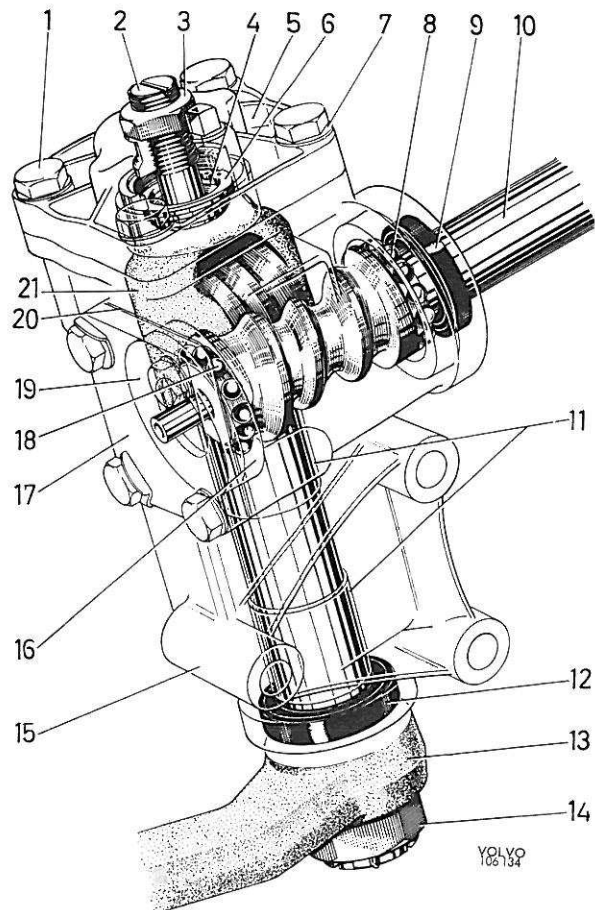

Figure 37. Mécanisme de direction
Le mécanisme de direction est du type "à vis et galet" et sa construction ressort de la figure 37. La démultiplication est de 15,5:1. La vis sans fin de direction (10) est montée sur deux roulements à billes (8 et 18) et son couple de rotation est réglé avec les cales de réglage (20). L'axe porte-galet est monté dans deux bagues (11) et son galet, monté dans deux roulements à aiguilles. Du fait que l'engrènement du galet avec la vis sans fin est déterminé par la position axiale de l'axe porte-galet, le réglage du jeu à l'engrènement de direction se fait avec la vis de réglage (2).